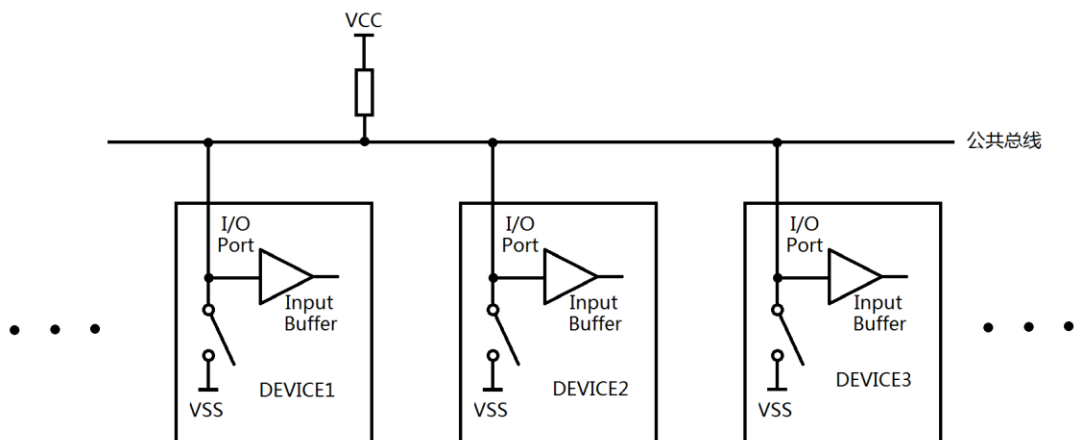

图 5.7 由上拉电阻输出构成的线与逻辑
2) 上拉电阻输出还广泛用于实现“线与”逻辑。如图 5.7 所示，所有器件输出和输入同时进行（图腾柱无法做到这一点），任何一个器件都可以将公共总线电平拉低，但只有所有器件输出都为“高”，公共总线的电平才能为高，这就是“线与”逻辑。“线与”逻辑更独特之处在于，所有器件都可以通过输入缓冲一直“监视”总线电平的高低，这样就能知道总线电平是否与“自己期望电平”一致，从而判断是否有别的器件在与自己争夺总线。“线与”逻辑广泛用于多机总线通信中，详见串行通信章节。
线与与逻辑在总线通信中非常有用，普通 51 单片机的 IO 口类似图 5.7 的器件，为上拉电阻输出，天生具备线与与逻辑功能。MSP430 的 IO 输出只能是图腾柱输出，如何实现“线与”呢？MSP430 单片机模拟线与与逻辑输出：